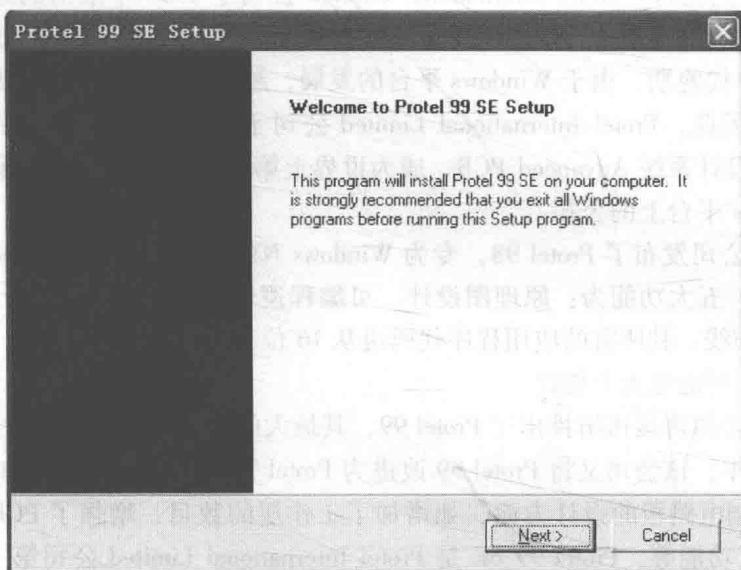

图 0-1 欢迎信息
2) 放入光盘, 出现欢迎信息如图 0-1 所示, 在此可以进行自动安装; 也可以在安装文件中找到 “setup.exe” 可执行文件, 双击进行安装, 也可出现图 0-1 所示界面。